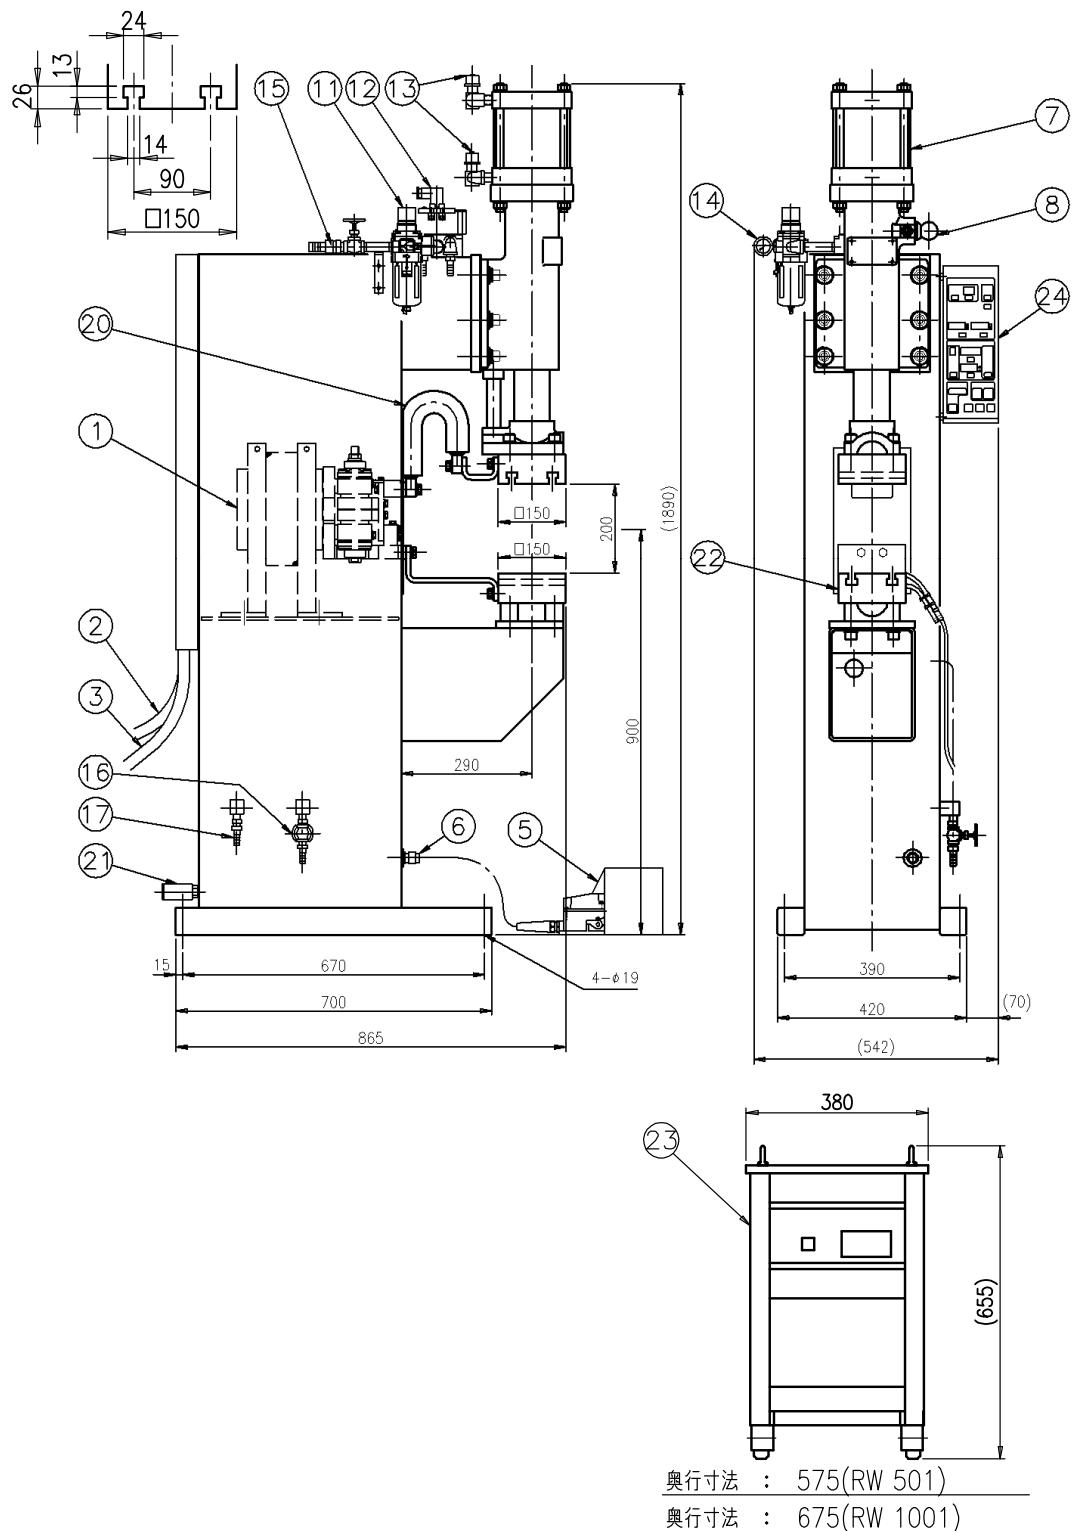

図6. SLIMS 95, 120-610 外形図
12. 1. 6 標準部品【SLIMS95, 120-610】(図6. 参照)